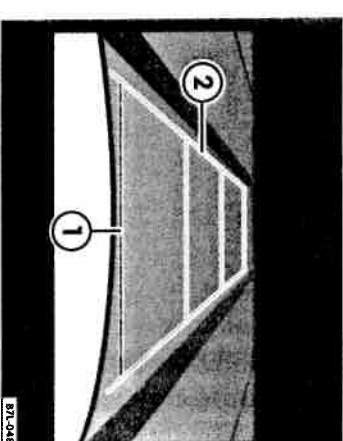

Fig. 17 Orientarea autovehiculului cu ajutorul liniilor de orientare.
- Deplasați-vă cu spatele și adaptați rotirea volanului cu ajutorul liniilor gabene (3), în funcție de locul de parcare ⇒ (1).
- Orientați autovehiculul în funcție de liniile gabene ⇒ fig. 17 (2).
Galben ③, resp. ⇒ pagina 25, fig. 17" ②	Afișaj dinamic: În funcție de rotirea volanului, liniile galbene se deplasează în direcția în care autovehiculul merge cu spatele. Ele se adaptează în funcție de rotirea volanului. Linia galbenă din spate se găsește la circa trei metri pe sol, măsurată de la bara de protecție din spate, pe suprafață orizontală.